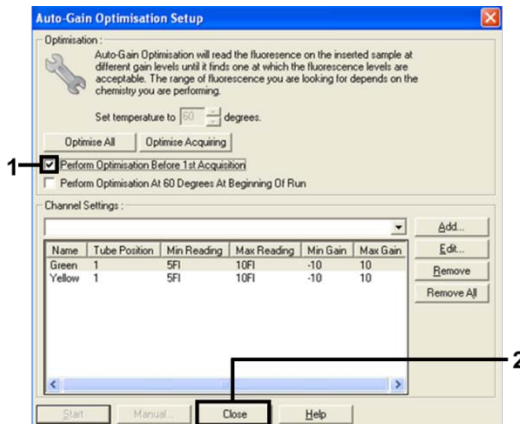

Abbildung 12. Auswahl der Kanäle „Green“ und „Yellow“
14. Aktivieren Sie das Kontrollkästchen Perform Optimisation before 1st Acquisition (Optimierung vor der 1. Erfassung durchführen) und klicken Sie dann auf Close (Schließen), um zum Assistenten zurückzukehren (Abbildung 12).